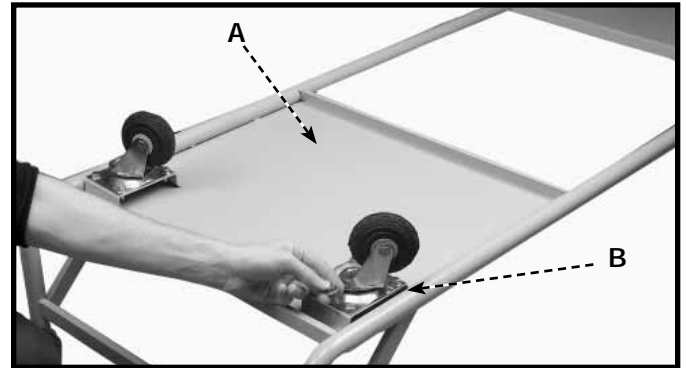

Fig. 1F
1. Mettre le socle (A) à l'envers comme indiqué à la figure 1F.
2. Aligner les trous de l'ensemble roulette (B) avec ceux des plaques du socle. Enfiler une rondelle plate de 8 mm (5/16 po) sur une vis à tête hexagonale de 8 mm x 19 mm (5/16 po x 3/4 po) puis insérer la vis dans le trou de l'ensemble roulette et la visser dans le trou du socle. Répéter l'assemblage pour toutes les roulettes.